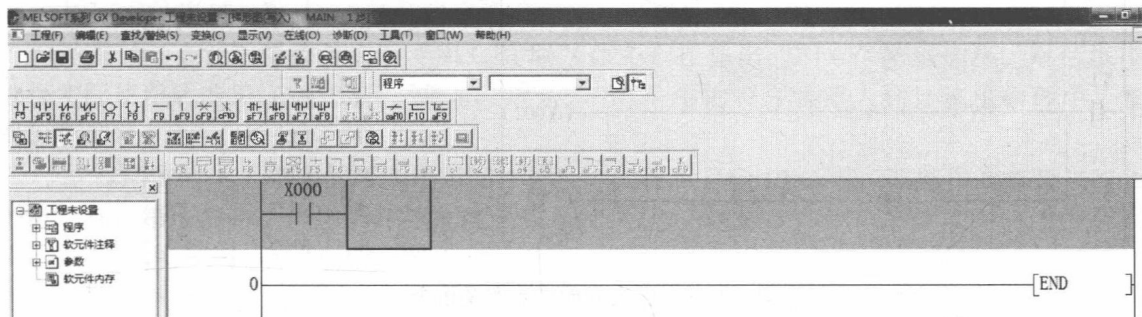

图 1-1-16 触点的输入
② 编辑语言的选择。GX DEVELOPER 编辑软件提供梯形图、指令表和 SFC 三种编程语言可以选择。例如，选择梯形图编辑语言，可以进行梯形图程序的输入与编辑等。
③ 输入触点。输入串联触点时，按 F5 键，则出现图 1-1-16 所示对话框，再输入组件号，例如 X0，单击“确认”或回车后，在光标处即出现一个串联常开触点，并在其上方标注了组件号；当需要输入一个串联常闭触点时，单击功能键 F6 键，其他操作同上。